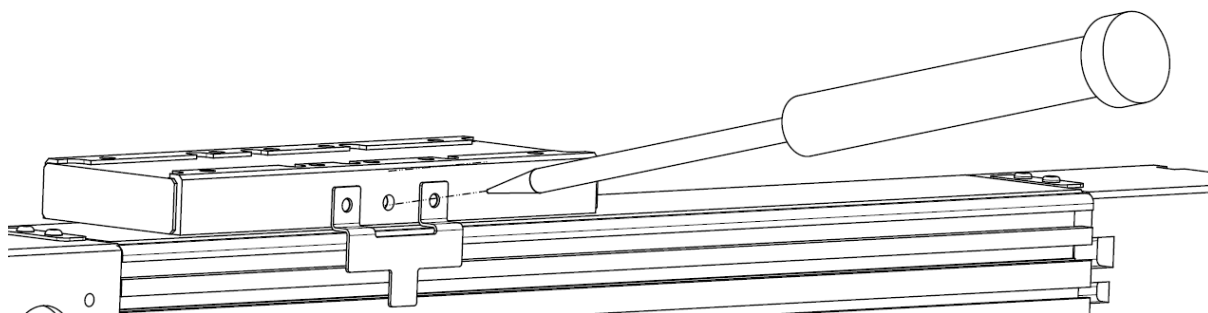

Рисунок 17 – Смазка модуля
- 3) прижать шприц к смазочному отверстию шариковой направляющей, ввести смазку для подшипников качения с обеих сторон, слева и справа (см. рисунок 17);